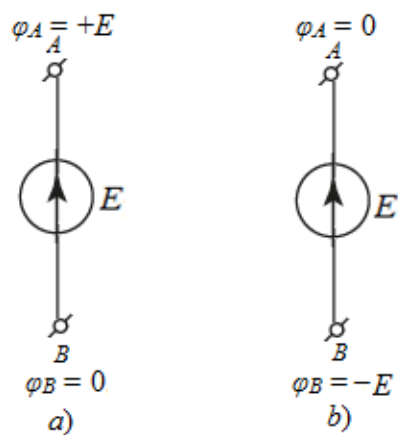

Рисунок 1.12
- если в схеме есть ветвь с идеальным источником ЭДС E , то при составлении уравнений по методу узловых потенциалов к нулю приравняется потенциал одного из узлов, к которому присоединена данная ветвь. Тогда потенциал другого узла, присоединенного к этой же ветви, будет равен $\pm E$. Если принять $\varphi_B = 0$, то $\varphi_A = +E$ (рисунок 1.12, а), а если $\varphi_A = 0$, то $\varphi_B = -E$ (рисунок 1.12, б). Когда в схеме нет идеальных источников ЭДС, то заземляется любой узел схемы;